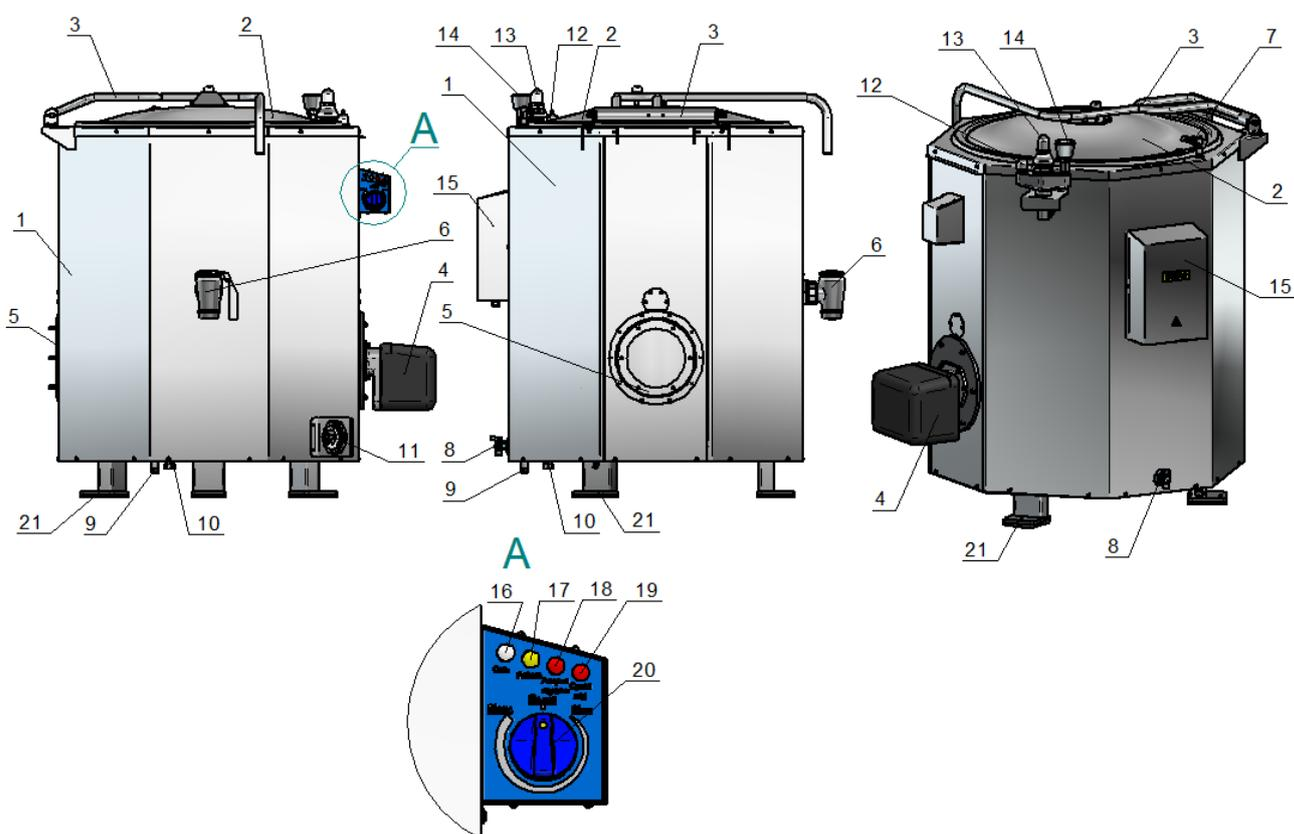

Рис. 1
Устройство котла приведено на рис. 1.
Уровень воды, заливаемый в парогенератор через заливную воронку (рис. 1 поз. 14), контролируется краном уровня (рис. 1 поз. 8). Контроль полного погружения в воду жаровой трубы теплообменника обеспечивают два датчика контроля уровня воды (датчики «сухого хода») и электронный блок. Под термином «Сухой ход» принято понимать положение, при котором детали теплообменника вследствие понижения уровня воды в «рубашке» оказываются полностью или частично не погружены в воду.
Вода в варочный сосуд котла подается через кран залива (рис. 1 поз. 7), подключение которого к водопроводной трассе осуществляется через сгон 9 и шланг подвода с резьбовой гайкой (G 3/4").
Крышка варочного сосуда (рис. 1 поз.2) при открытии фиксируется при помощи газовых пружин механизма подъема крышки 3.
Слив содержимого из варочного сосуда производится через сливной кран (рис. 1 поз. 6). Отверстие к сливному крану, расположенное внутри сосуда, закрывается съемным фильтром.
- сигнальная лампа «Сеть» (Рис. 1 поз. 16, белый светофильтр);
- светосигнальная арматура «Работа» (Рис. 1 поз. 17, желтый светофильтр);
- сигнальная лампа «Авария горелки» (Рис. 1 поз. 18, красный светофильтр);
- сигнальная лампа «Сухой ход» (Рис. 1 поз. 19, красный светофильтр);
- переключатель мощности (Рис. 1 поз. 20).
На передней облицовочной панели установлен электроконтактный манометр (рис. 1 поз. 11).
Заливная воронка с краном служат для залива воды в паровую рубашку (рис. 1 поз. 14).
Для предотвращения чрезмерного повышения давления в пароводяной рубашке установлен предохранительный клапан (рис. 1 поз 13), который срабатывает при превышении давления в рубашке (50÷65) кПа (0,50÷0,65 кгс/см²). Для предотвращения создания чрезмерного разрежения установлен вакуумный клапан (рис. 1 поз. 12), который срабатывает при создании разрежения в пароводяной рубашке более 0,01 кгс/см².
Регулирование величины мощности нагрева котла производится установкой ручки переключателя (рис. 1 поз 11) в положение «1», «2», «3», что соответствует слабому, среднему и сильному нагреву. Отключение нагрева производится установкой ручки переключателей в положение «0».
Электроконтактный манометр расположен на панели управления (рис. 1 поз. 16) и настроен на верхнее рабочее давление 0,60 кгс/см² и 0,45 кгс/см² - нижнее рабочее давление. При достижении давлением внутри рубашки котла верхнего значения давления электроконтактный манометр выдает сигнал на блок управления. В свою очередь блок управления формирует команду на отключение всех электронагревателей. Электронагреватель находятся в отключенном состоянии, пока давление внутри рубашки не достигнет нижнего значения задания давления на электроконтактном манометре.
- на месте установки котла подведен многожильный гибкий кабель с сечением проводников 16мм² (например КГн5х16) и длина кабеля имеет запас по длине для подключения к клеммам расположенным внутри блока управления котла (рис. 1 поз. 9).